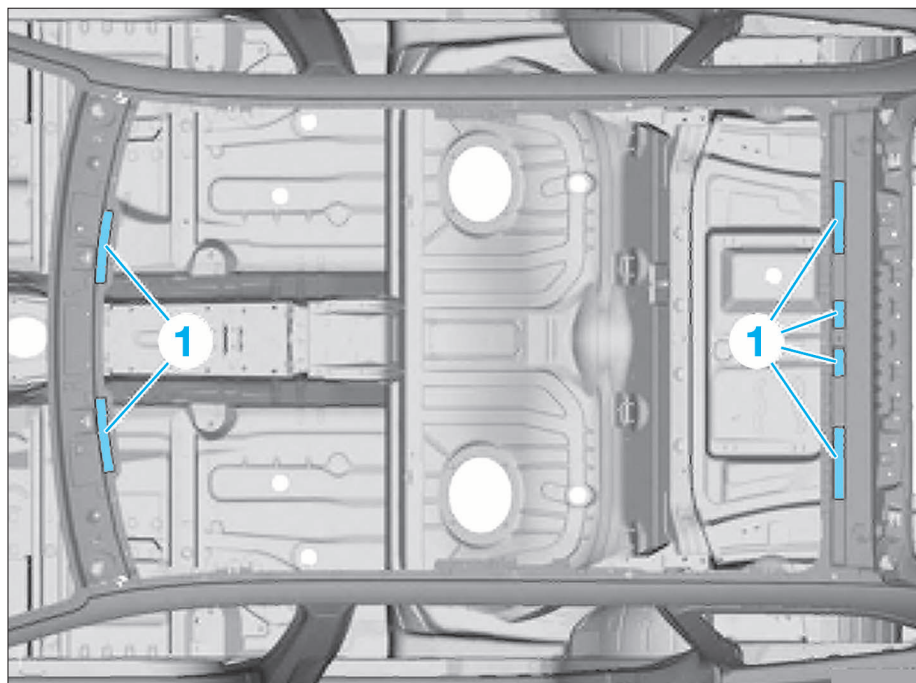

FIG. 47
- Détacher les zones de collage (1) et déposer le panneau de toit (Fig.47 et 48).
- Appliquer le mastic d'étanchéité dans les zones (1) (Fig.47).